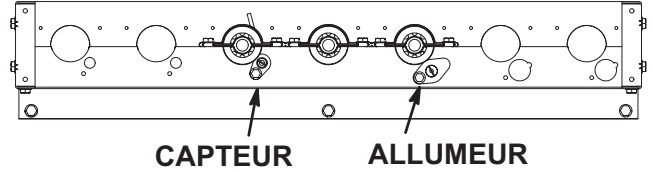

FIGURE 37
- 6 - Remettre les brûleurs et les vis maintenant les brûleurs. Voir la FIGURE 37.